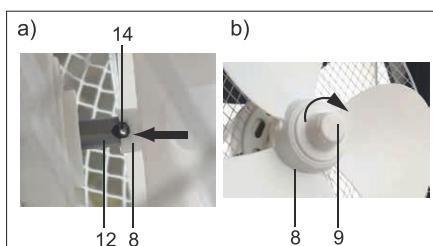

Fig.87: Montaż wirnika
- Nałożyć nakrętkę (9) na wirnik (8).
- Dokręcić w kierunku zgodnym z ruchem wskazówek zegara. Patrz rys. 87 b).